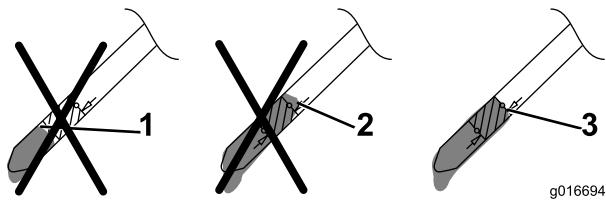

Figure 7
- Si le niveau n'atteint pas le bas, versez **lentement** une petite quantité d'huile dans le goulet de remplissage, attendez 3 minutes puis répétez les opérations 3 à 5 jusqu'à ce que le niveau d'huile soit correct sur la jauge, comme montré à la Figure 7.